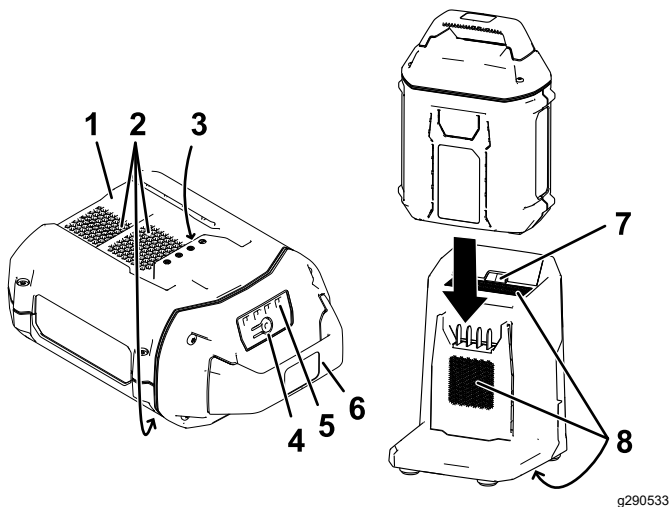

Bild 19
2. Fluchten Sie die Einbuchtung im Akkupack (Bild 19) mit der Aufnahme am Ladegerät aus.
3. Schieben Sie den Akkupack in das Ladegerät, bis es einrastet (Bild 19).